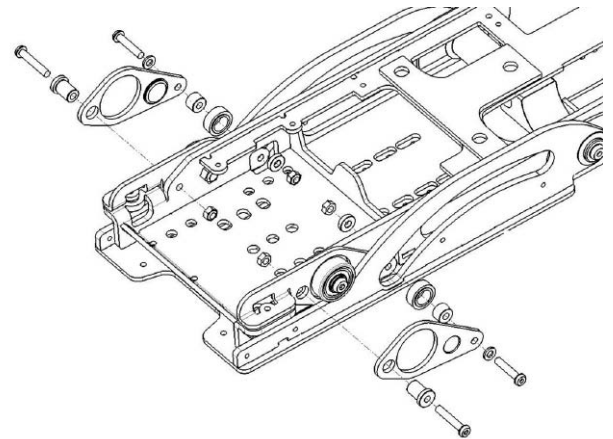

Bild 7. Demontera hylsorna och hjulen från sitstiltens.
8. Demontera hylsorna och hjulen från sitstiltens, de sitter monterade med två skruvar på vänster resp. höger sida av sitstiltens. Se bild. 7.